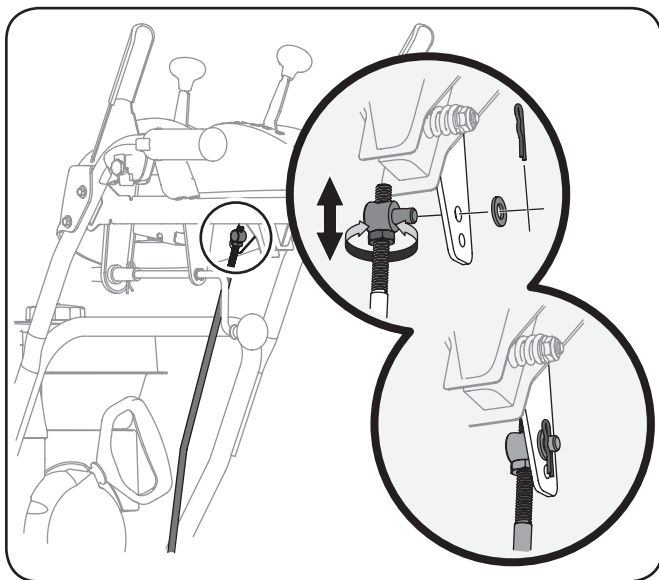

Figure 6-7
2. Retirez la goupille fendue et la rondelle de la virole de réglage sur la tige du levier de vitesses. Retirez la tige du levier de vitesses. Voir Figure 6-7.
4. Faites pivoter la virole vers le haut ou vers le bas sur la tige du levier de vitesses jusqu'à ce que la virole s'aligne avec le trou supérieur du levier de vitesses. Voir la Figure 6-7.